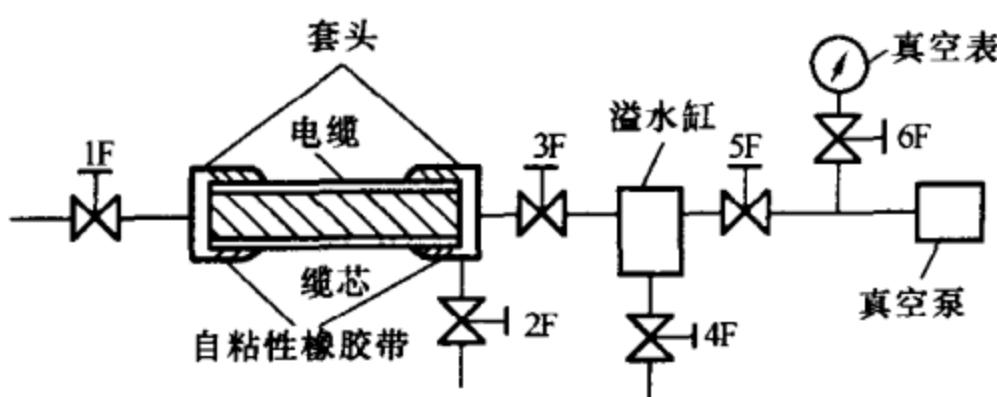

图 3-81 用真空泵吸电缆缆芯内部的水示意图
(1) 抽去电缆线芯中的水分。当电缆线芯中有较多的水时, 应先排除明显的水分。处理线芯内部的水, 可用真空泵吸出线芯内部的水。如图 3-81 所示, 离电源较近的电缆一端(以下称甲端)接上真空泵, 电缆另一端(以下称乙端)做好封闭。当真空度在 533 ~ 400Pa (4 ~ 3mmHg) 时即可见水分进入溢水缸内。
如图 3-81 所示连接, 套头可用透明材料, 套在电缆上用自粘性橡胶带包绕扎紧封闭。乙端封闭后打开甲端 3F、5F 两个阀门, 关闭 2F、4F、1F 阀门, 开启真空泵抽真空。待抽一段时间后再打开 6F 阀门读真空度数值(要防止水进入真空表内)。溢水缸为透明容器, 当缆芯中水分多时, 真空度很低情况下便可看到水不断地进入溢水缸, 到一定容量时(溢水缸内水位达阀门 5F